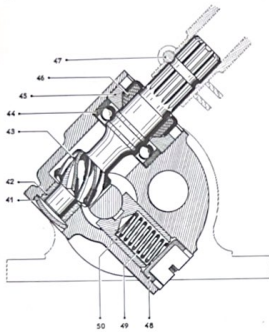
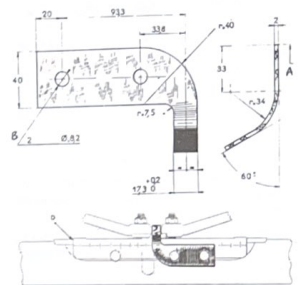

Fig. 5.5.—Sección vertical en la caja de la dirección.
Fig. 5.12.—Calibre MR-4373 para colocar la cremallera en su punto central.
b) Desatornillar y aflojar la tuerca (48) (fig. 5.5) del muelle (49) (llave MR 3691-3, fig. 5.3).
e) Retirar la tuerca (45) (fig. 5.5) de bloqueo del piñón de la cremallera (llave 3503 - T). Extraer el piñón (43) de la caja de dirección.
f) Extraer el casquillo (42) del piñón de cremallera por medio de un mandril de dos diámetros que se pasa por el interior de la caja de dirección. El casquillo sale empujando al tapón expansible (41).
Introducir el tubo del volante en el tubo fijo. Orientar las ruedas para marcha en línea recta. Llevar la señal "D" del protector móvil a engrasar con la guía de rótulas, lado izquierdo (fig. 5.12). Introducir el tubo de dirección sobre el piñón de mando, orientando los brazos del volante simétricamente respecto de la horizontal. Colocar el tornillo (47) (fig. 5.5) en la abrazadera, el frenillo y la tuerca. Apretar la tuerca con un par de 1,5 a 2 m.kg y doblar el frenillo.
la dirección a engrasar con la guía de rótulas, lado izquierdo (fig. 5.12).
b) Para obtener esta condición, utilizar un calibre de posicionamiento MR - 4373 (fig. 5.12) de la forma siguiente: